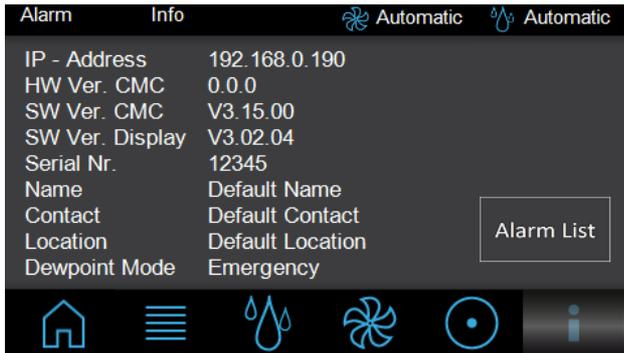

Abb. 104: Bildschirmseite „Info“
- Geben Sie die Seriennummer über die Tasten des Ziffernblocks ein. Die Seriennummer können Sie auf der Bildschirmseite „Info“ (Abb. 104) im Eintrag „Serial Nr.“ einsehen.